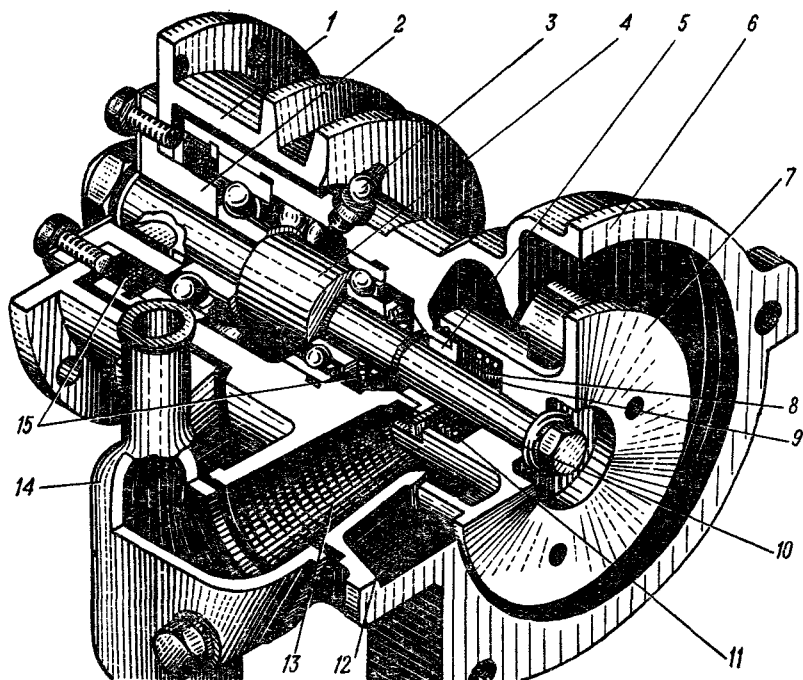

Рис. 21. Водяной насос:
5. Не допускайте течи воды в шланговых соединениях и через сальник крыльчатки водяного насоса (рис. 21). При появлении течи из дренажного отверстия водяного насоса замените уплотняющую шайбу сальника крыльчатки.